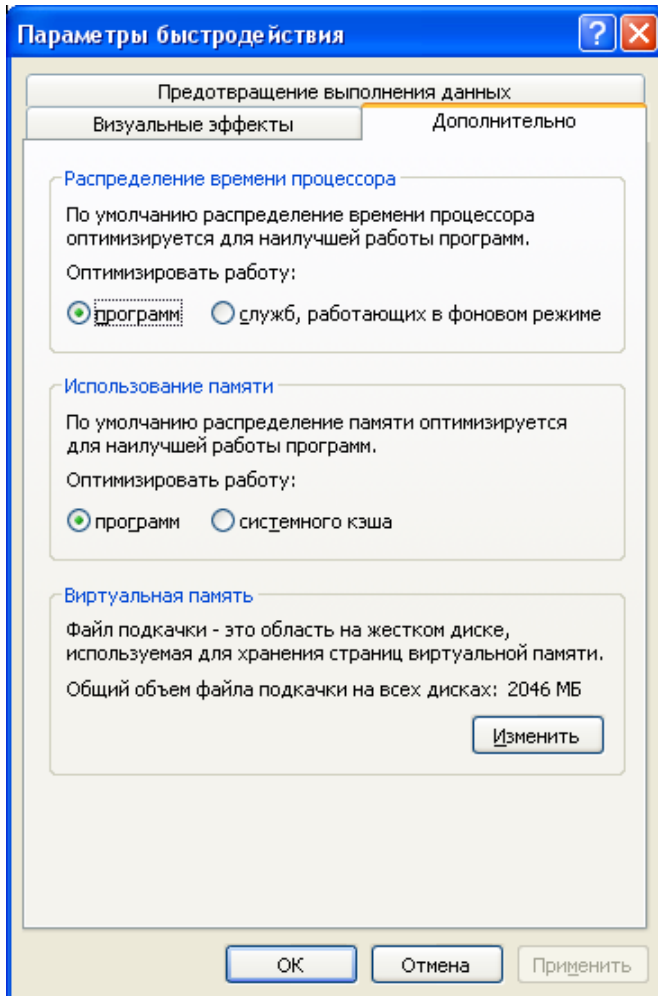

Рисунок 24
- в окне «**Параметры быстродействия**», рисунок 24, в области «**Виртуальная память**» нажмите кнопку «**Изменить**»;